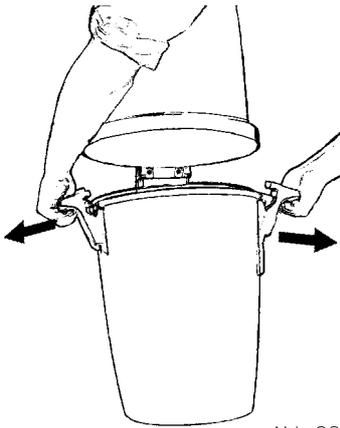

Abb. 20
2. Lösen Sie die beiden Griffe, von denen der Behälter eingeklemmt wird. Tun Sie dies, indem Sie die Griffe nach außen, vom Behälter weg ziehen, Abb. 20.